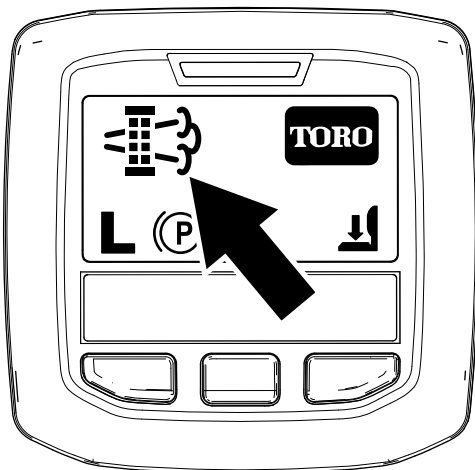

Figura 45
- Quando o computador do motor pede uma regeneração em estacionamento ou uma regeneração de recuperação, o ícone de pedido de regeneração (Figura 45) surge no InfoCenter.